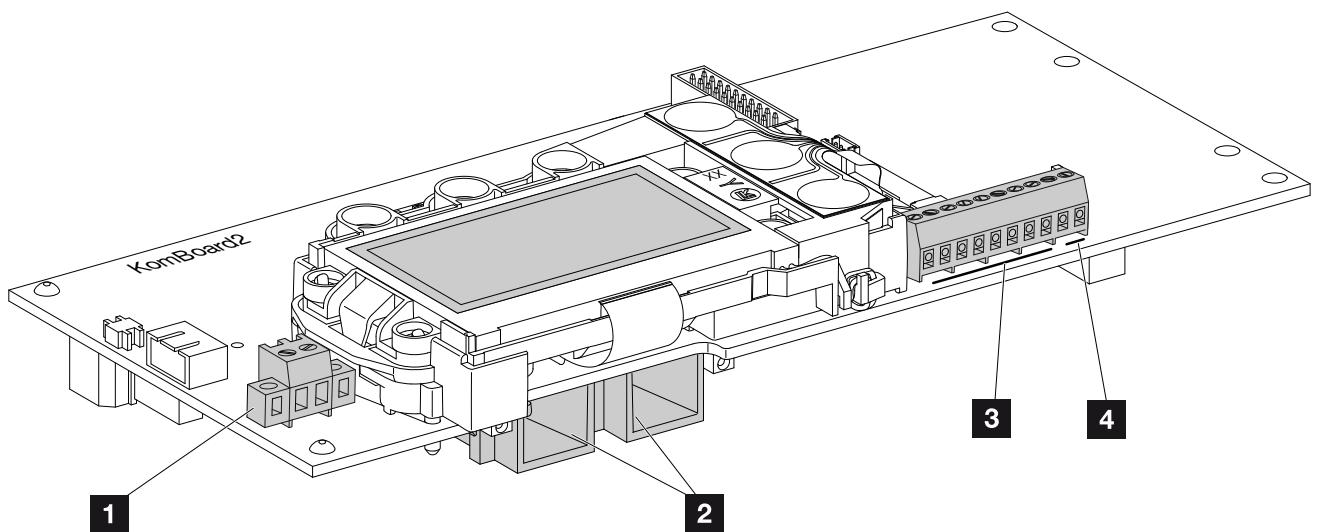

Fig. 32: Kommunikationsboardets komponenter
6. Isæt DC-strengegenes bønsninger og stik ved vekselstrømsomformeren. **Fig. 32**